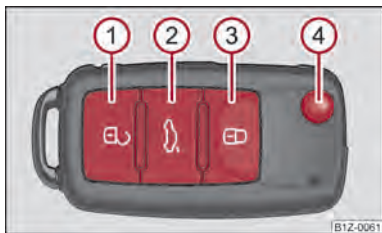

Fig. 18 Cheia cu telecomandă
- Apăsați tasta ① ⇒ fig. 18 cca. 1 sec.